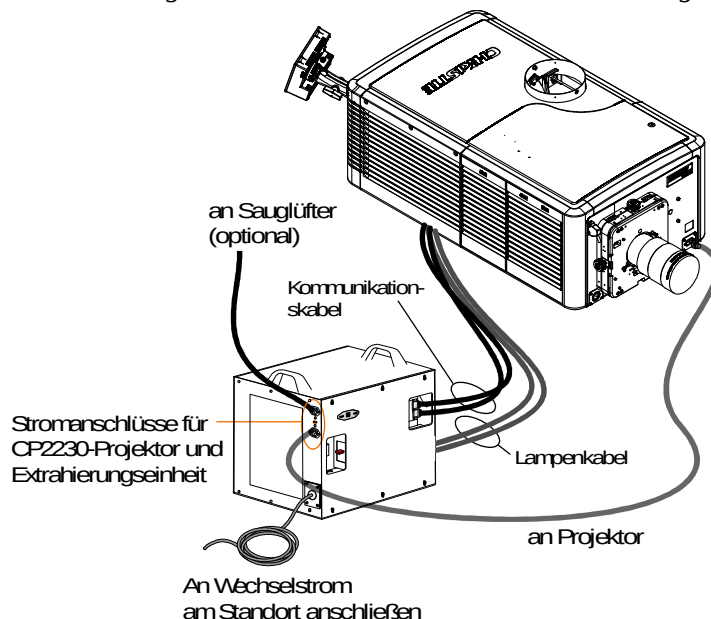

Abbildung 2-15
3. Einstellung der Stromversorgung am Netzteil: HINWEIS: Wechselstromstufen sind in den verschiedenen Regionen der Welt unterschiedlich. In einigen Ländern sind 400 V gebräuchlich, beispielsweise in Europa und Asien, während andernorts wie in Nordamerika und Japan 200 V üblich sind. Um für beide Möglichkeiten gerüstet zu sein, umfasst das Vorschaltgerät einen integrierten Eingangsspannungsbereichsschalter für das Hin- und Herschalten auf die am Installationsort verfügbare Wechselspannung, d.h. entweder 200 V oder 400 V Wechselstrom (AC).
5. Verbinden Sie das eine Ende des dem Netzteil beiliegenden Verbindungskabels mit den Anschluss mit der Aufschrift „CP2230 Projector Only“ und das andere Ende mit der Buchse auf der Vorderseite des Projektors (**Abbildung 2-15**). **WARNHINWEIS!** Zur Nutzung der Anschlüsse für die Versorgung des CP2230-Projektors und/oder der Extrahierungseinheit müssen Sie den Klemmenblock der Anschlüsse so konfigurieren, dass Sie 200-240-Volt-Ausgangsspannung erhalten. Diese Anschlüsse werden über den Schalter der Stromanschlüsse geschaltet. Beachten Sie die Schaltzeichnung Ihres Projektors.